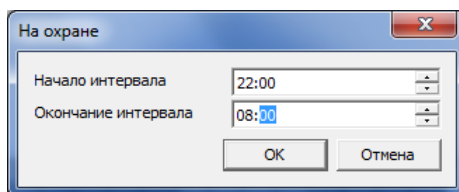

Рис. 16.11. Окно *На охране* (установка временного интервала охраны)
- 6) В открывшемся окне *На охране* (Рис. 16.11) задайте необходимый временной интервал и нажмите кнопку *ОК*.